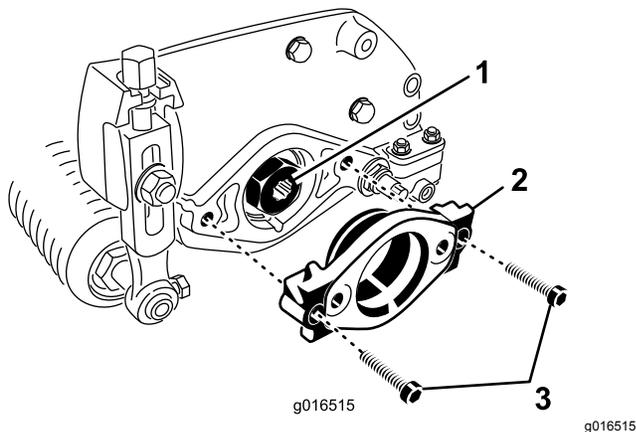

图8
2. 拆下将马达支架固定到滚刀组左端的 2 个内六角螺栓。拆下马达支架(图8)。
3. 向传动轴花键的内径涂抹润滑脂(图8)。
4. 在滚刀组左端的 O 形圈上涂抹一薄层润滑脂用之前拆下的 2 个内六角螺栓安装马达支架图8。上紧螺栓扭矩至 1620N·m。